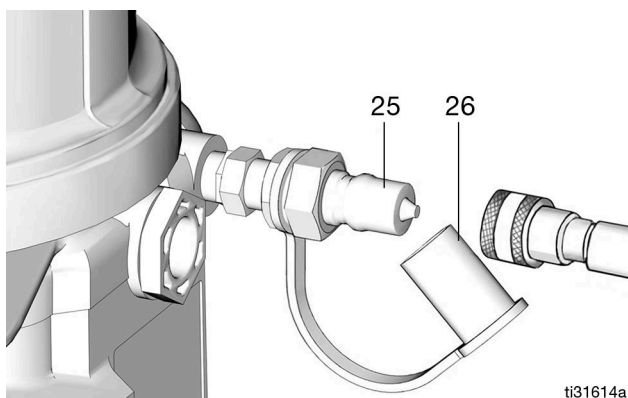

Рис. 26
- Перед заполнением резервуара всегда очищайте впускной фитинг (25) (Рис. 26) чистой сухой тканью. Грязь и/или посторонние включения могут повредить насос и/или смазочную систему.
1. Удалите пылезащитный колпачок (26) и подсоедините заливочный шланг к впускному фитингу (25) (Рис. 26).